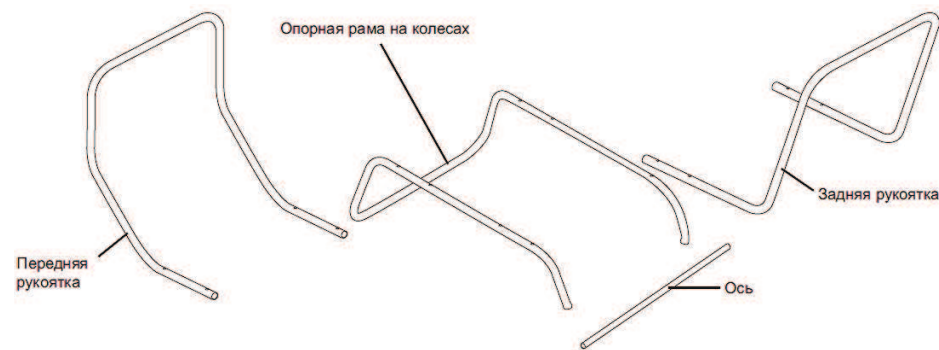

рис. 3
- проверьте наличие приведённых на рис. 3 компонентов рамы.